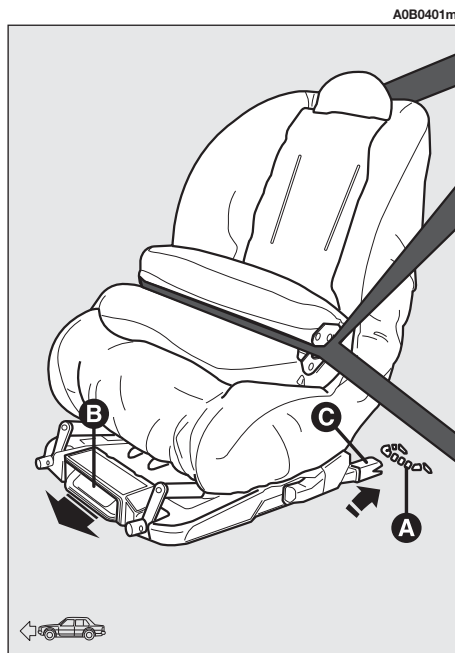

fig. 62
- assicurarsi che la leva di sgancio (**B-fig. 62**) sia in posizione di riposo (rientrata);